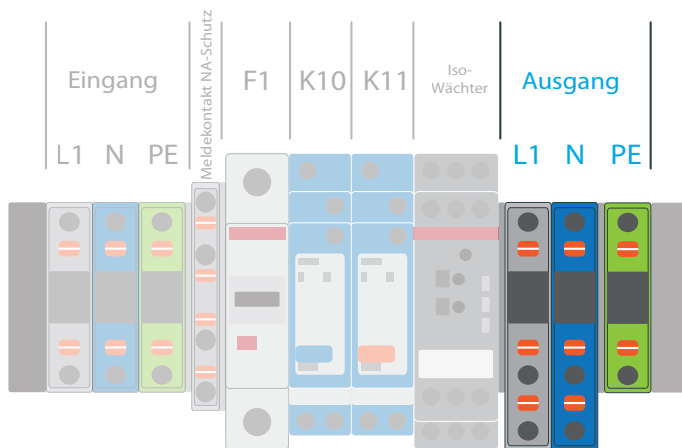

Abb. 6 Klemmleiste SENEK Notstrombox mit Reihenklemmen "Ausgang"
3. Verbinden Sie das Kabel mit den Reihenklemmen "Ausgang" in der SENEK Notstrombox gemäß Abb. 6.